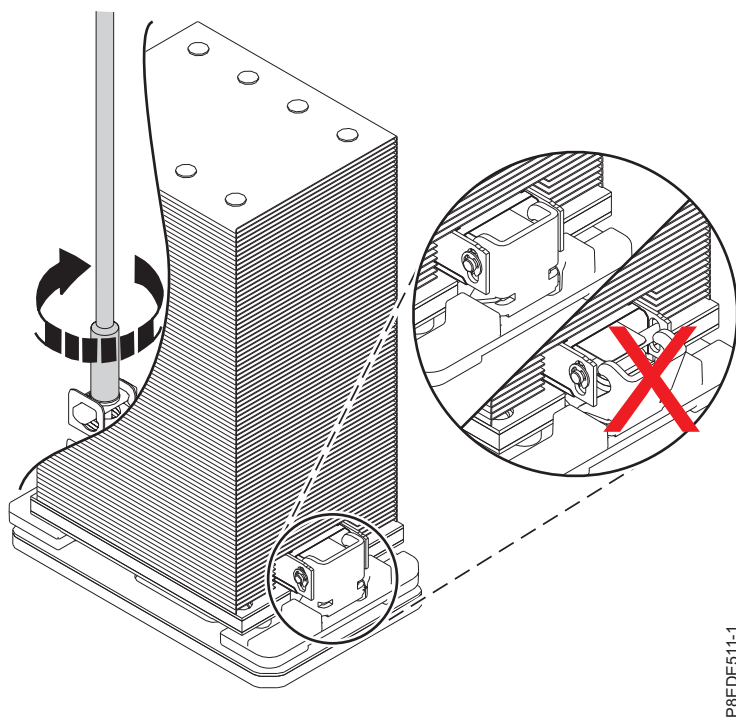

Figura 18. Fixando o dissipador de calor
Nota: Se o braço de contenção não estiver engatado, você deverá engatá-lo manualmente no dissipador de calor enquanto o parafuso de contenção está sendo apertado. Veja a Figura 18 na página 20.
- a. Ao colocar o dissipador de calor no módulo de processador do sistema, assegure-se de que o braço de contenção do dissipador de calor no lado do dissipador de calor seja engatado, conforme mostrado na Figura 18 na página 20.